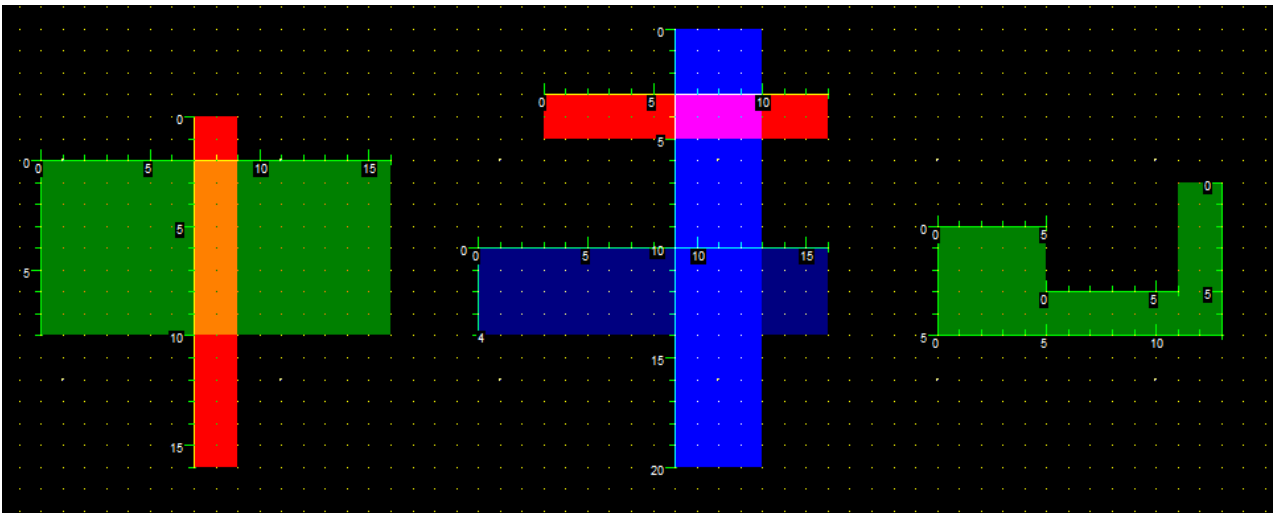

Figura 3
- Comprobar las dimensiones de las diferentes capas (figura 3), insertar Contactos N+Diff/Metal1, Polisilicio/Metal1, Metal1/Metal2, Guardar el nuevo diseño con nombre **P1_B.msk** y **P1_B_bak.msk**